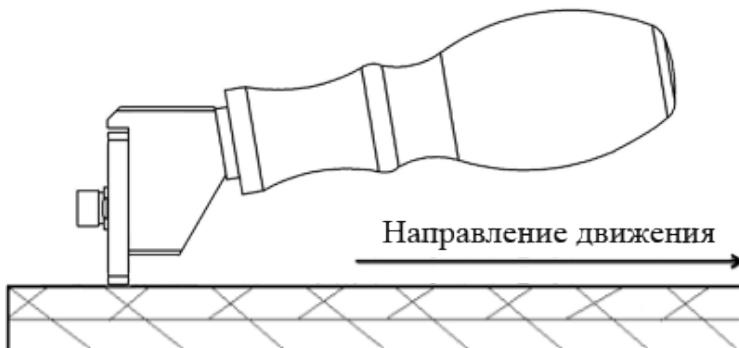

Рисунок 2.1 – Нанесение разрезов на покрытии
- Поставить прибор на покрытие, прижать резак к покрытию (рис. 2.1), и с достаточно сильным нажимом провести резаком по покрытию на расстояние примерно 25 мм, прорезая покрытие до металла. Скорость резания должна быть от 20 до 40 мм/с;
2. Поставить прибор на покрытие, прижать резак к покрытию (рис. 2.1), и с достаточно сильным нажимом провести резаком по покрытию на расстояние примерно 25 мм, прорезая покрытие до металла. Скорость резания должна быть от 20 до 40 мм/с;